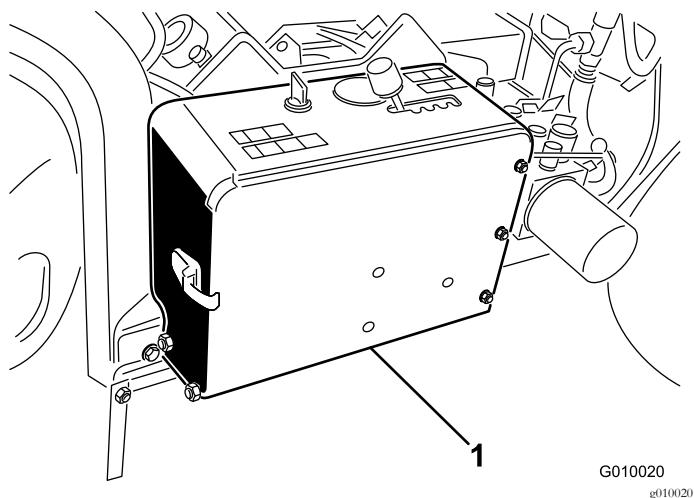

Bild 5
- Nehmen Sie die Batterie aus dem Batteriekasten heraus (Bild 5).